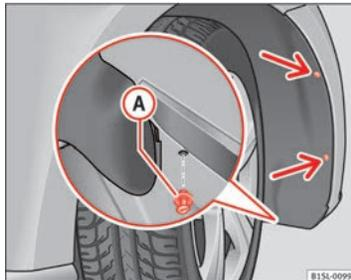

Abb. 146 Im Radhaus vorn rechts: Befestigungsschrauben (Pfeile) herausdrehen und Spreizniet (A) entfernen.
2. Befestigungsschrauben der Radhausverkleidung ⇒ Abb. 146 (Pfeile) mit dem Schraubendreher aus dem Bordwerkzeug herausdrehen ⇒ Seite 247.
3. Spreizniet vorn unten an der Radhausverkleidung ⇒ Abb. 146 (A) mit dem Schraubendreher aus dem Bordwerkzeug herausdrehen und vollständig entnehmen ⇒ Seite 247.
11. Spreizniet in die Radhausverkleidung und den Stoßfänger einsetzen und vollständig hineindrücken \Rightarrow Abb. 146 ①.
12. Die 2 Befestigungsschrauben \Rightarrow Abb. 146 (Pfeile) mit dem Schraubendreher festdrehen. ■